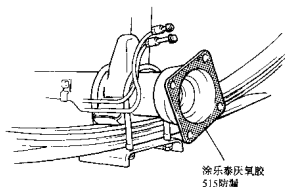

图 13-32
(6) 用扳手松开加油螺塞, 取出加油螺塞及加油螺塞垫圈。
(7) 在后桥与制动底板的接合面处涂不透水的密封胶, 见图 13-32。